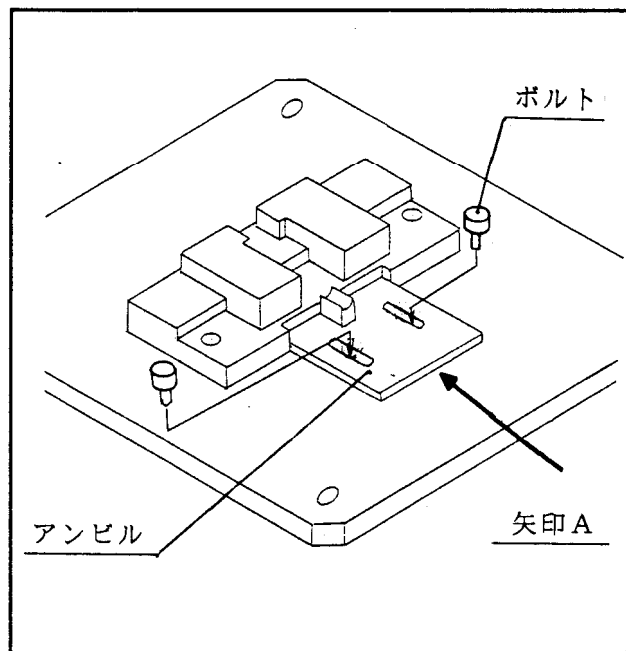

図8
- ①図8の様に2本のボルトを取外してください。
- ②新しいアンビルに交換し、矢印A方向にアンビルを押し付けながら、ボルトで締め付けて下さい。